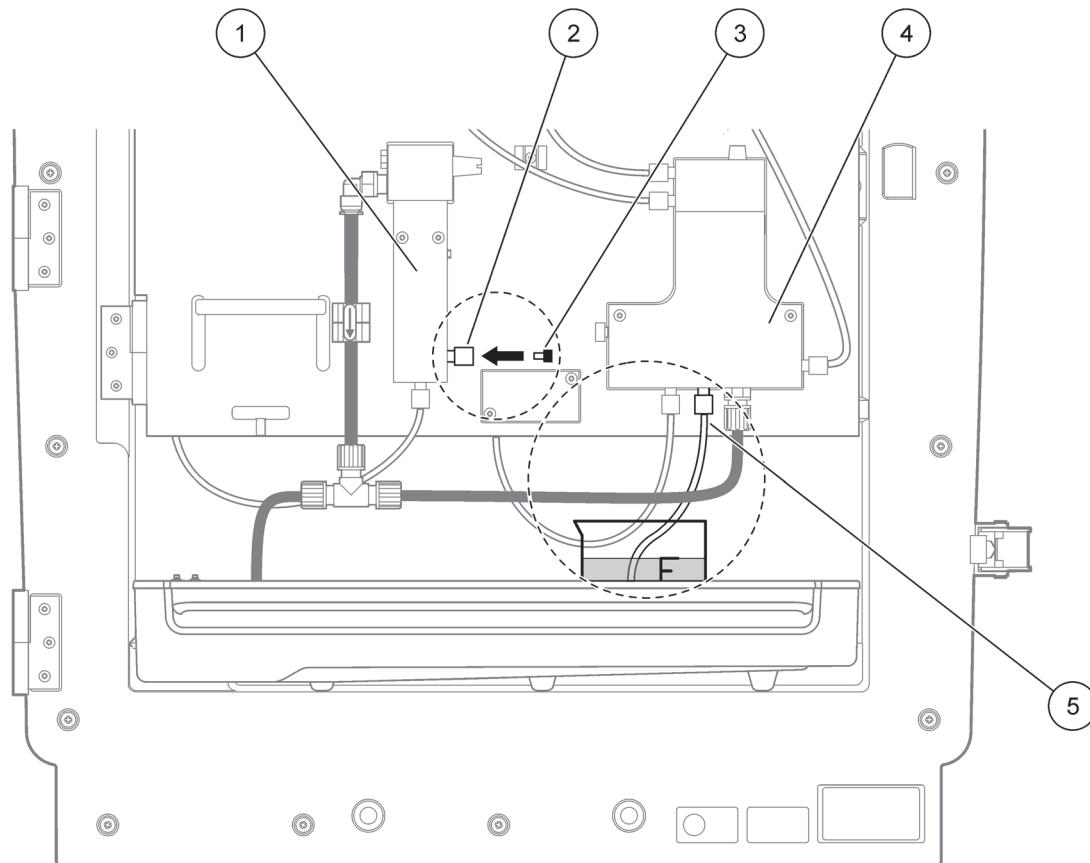

Figura 3 Modificación de PHOSPHAX sc
7. Seleccione Intro para modificar el analizador (Figura 3 en la página 49):